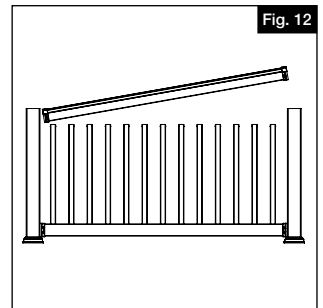

Fig. 12
- b. En commençant à un côté de la traverse, aligner le premier barreau sur le premier trou toupillé sur le côté inférieur de la traverse supérieure, et enclencher la traverse supérieure en place (Fig. 12).
- i. S'assurer que les traverses sont bien en place avec les barreaux, de niveau et centrées sur le manchon du poteau. Ensuite, en utilisant un foret de 1/8 po (3,2 mm), percer un avant-trou pour la première vis du support supérieur (Fig. 12). Percer à travers le trou du support, le manchon de poteau en vinyle et la pièce insérée en vinyle, et enfoncer sans serrer la première vis no 10 x 1 1/2 po (38,1 mm).